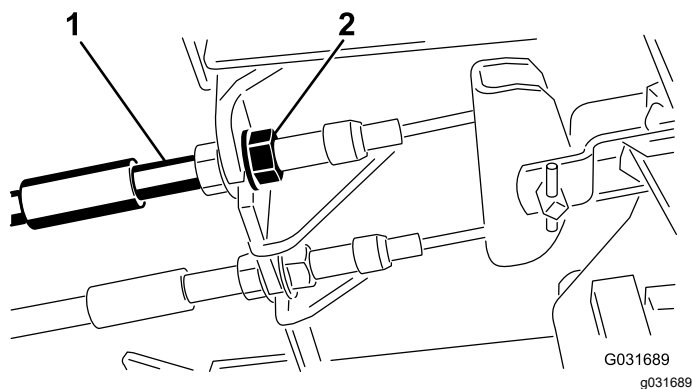

Figura 89
1. Pentru a reduce cursa liberă a pedalelor de frână, strângeți frânele slăbind piulia din față de la capătul filetat al cablului de frână (Figura 89).